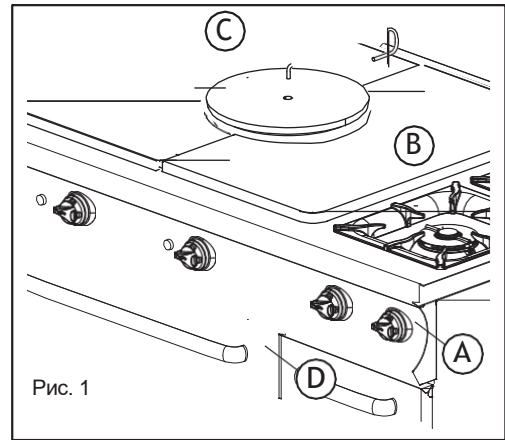

Рис. 1
- Закройте запорный кран на входе прибора (рис.1);
- закройте запорный кран на входе прибора (рис.1);
- Замените форсунку (рис. 1) на форсунку, соответствующую выбранному типу газа согласно справочной таблице.
- Отверните стопорный винт (рис. 1).
- При необходимости установите расстояние (X) мм втулки, соответствующее выбранному типу газа (см. Таблицу характеристик газа).
1. Снимите ручки и панель (рис. 1/А).
2. Плита: снимите решетки и крышки горелки (рис.1/В)
**Жарочная поверхность 900:** снимите центральный диск с помощью соответствующего приспособления и боковых пластин (рис.1/С).
**Духовка:** откройте дверцу (рис.1/Д).